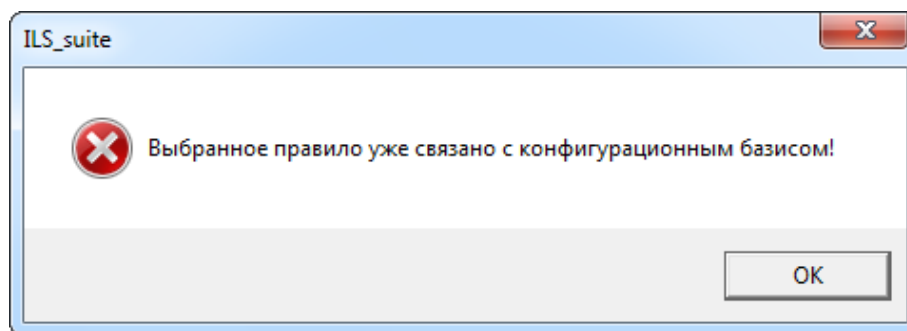

Рис. 13-62 – Сообщение об ошибке при попытке повторного включения правила в базис
5) Если выбранное правило уже имеется в конфигурационном базисе, то выводится сообщение об ошибке (рис. 13-62).